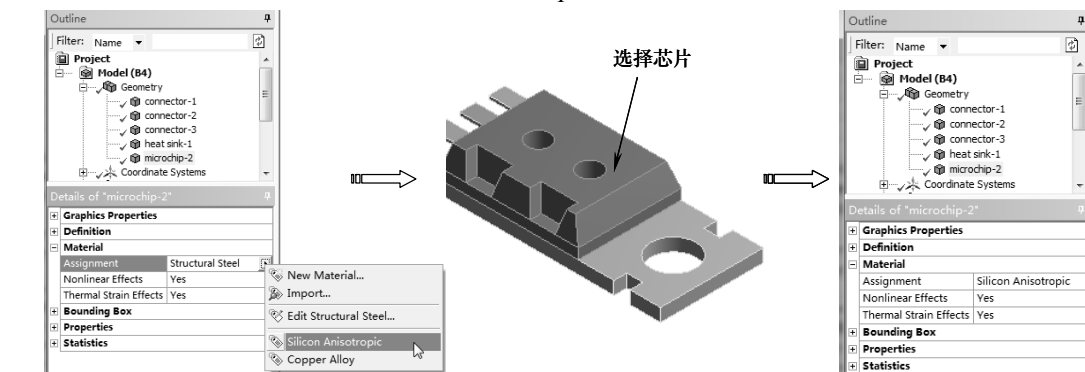

图 11-35 设置芯片材料
5) 在窗口左侧【Outline (分析树)】中单击【Geometry】节点下的【microchip-2】，此时在【Details of “microchip-2” (参数列表)】显示模型参数，单击【Material】节点下的【Assignment】选项，然后单击  按钮，选择 “Silicon Anisotropic”，将材料设置为硅，如图 11-35 所示。